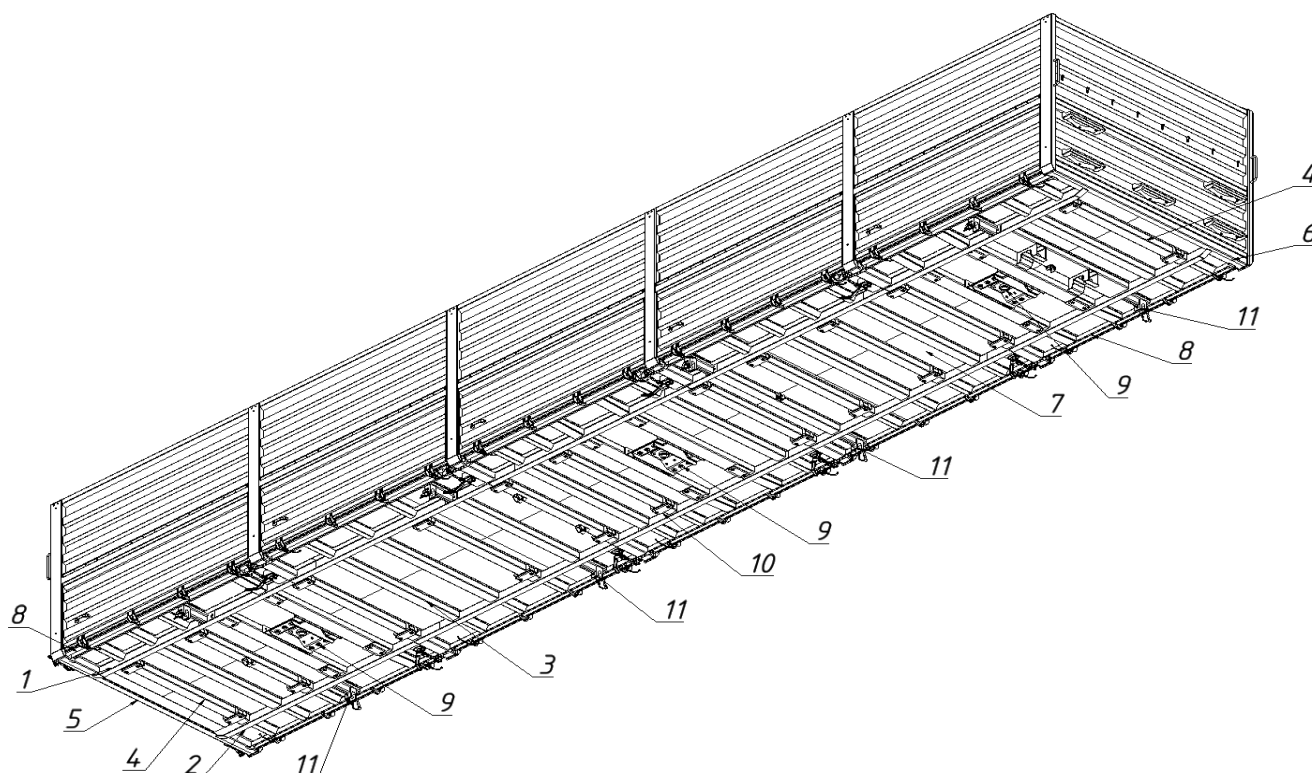

Рис. 1.20 – Основание кузова
Основание кузова (рис. 1.20) состоит из левого (1) и правого (2) лонжеронов, связанных средними (3), крайними (4), передней торцевой (5) и задней торцевой (6) поперечинами, настила (7), боковых обвязок (8), упоров гидроцилиндров (9), резиновых буферов (10), поворотных кулаков (11).